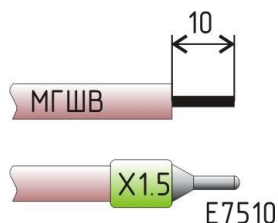

Рисунок 6 - Очистка
8) Используя кримпер для зачистки проводов зачистить каждый провод с двух сторон на длину (8-11) мм. Подготовить кабельные наконечники Е7510 или аналогичные для обжатия зачищенных областей с обеих сторон каждого провода. Используя клещи для обжима кабельных наконечников НТ-336Е обжать наконечники Е7510 с двух сторон на каждом проводе. На концы кабеля нанести маркировку с указанием номера разъема и номера контакта, к которому подключается этот провод (рисунок 6).